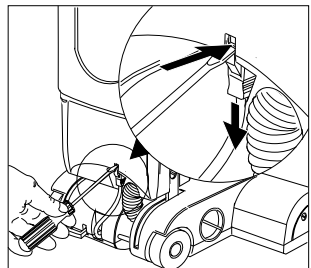

Fig. 14
- Soltar el cable de unión, desbloquear el enchufe presionándolo con ayuda de un objeto punzante (p.e. destornillador). <Fig. 14>